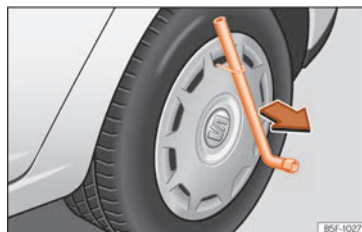

Fig. 186 Scoateți capacul roții.
- Introduceți cheia tubulară prin cârlig, sprijiniți-o de anvelopă și scoateți capacul de roată >>> fig. 186.